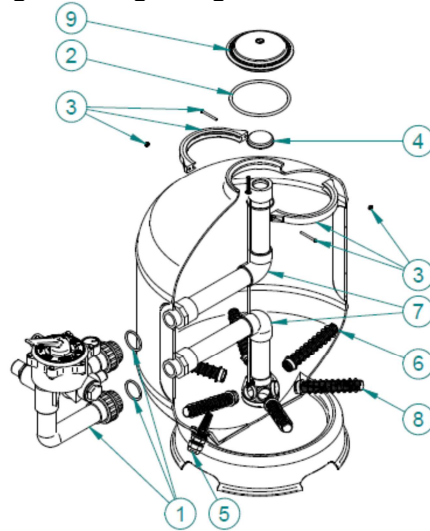

Fig. 4
16. *Multifunktionelles ventil*: Vorrichtung zur Regelung des Wasserflusses (Fig. 4, # 1).